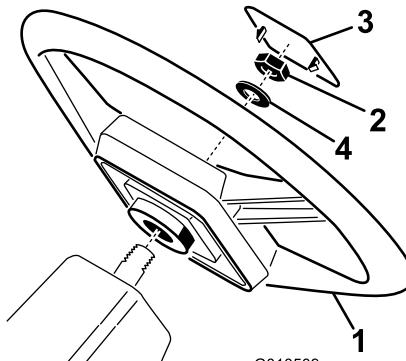

Figura 3
1. Togliete il controdado dal piantone del volante. Fate scorrere il volante e la rondella sul piantone (Figura 3).